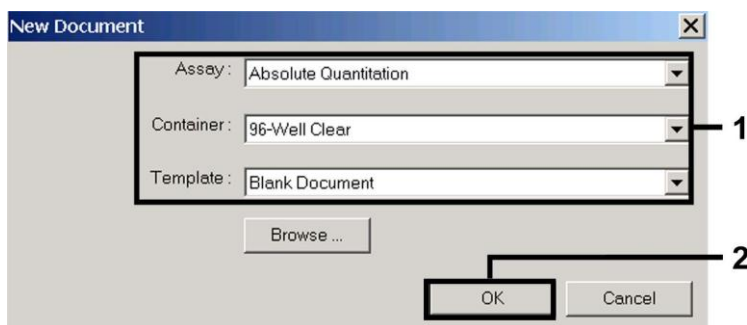

Fig. 3: Predefinições para a criação de um novo ensaio de PCR (*New Document*).
Selecionar no ABI PRISM 7000 SDS o item *New* do menu *File* e programar as seguintes definições iniciais para o novo documento (ver a Fig. 3). Um modelo guardado anteriormente (*SDS Template* [*.sdf]) encontra-se disponível na lista *Template* ou pode ser selecionado através da função *Browse* (ver 8.6.1.5 Guardar o ensaio de PCR). Confirmar as predefinições (OK).